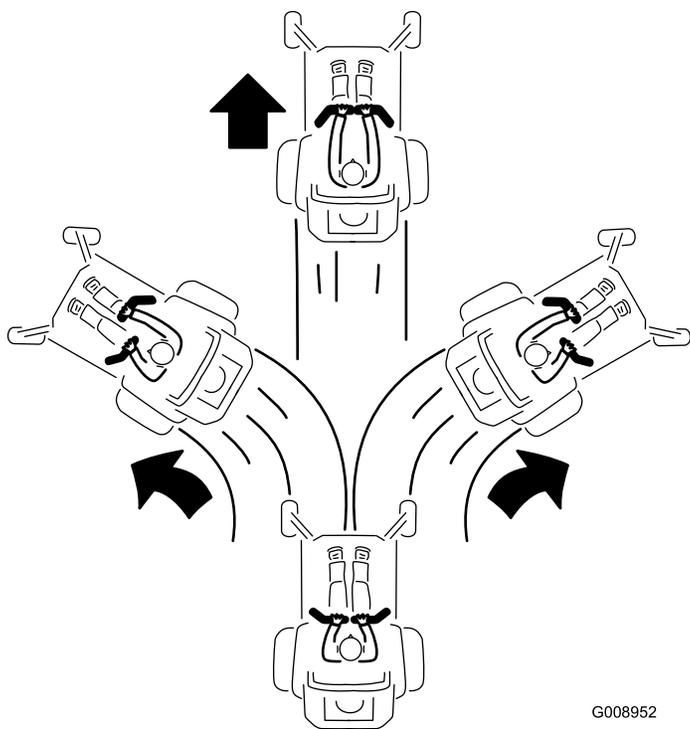

Figura 26
3. Pentru a vă deplasa în față, împingeți ușor manetele de control al micării în față (Figura 26).